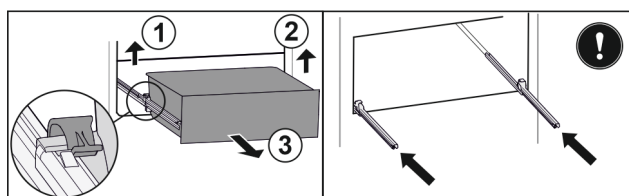

Fig. 33
- ▶ Zvedněte levou svorku a současně vytáhněte zásuvku vlevo dopředu Fig. 33 (1).
- ▶ Zvedněte pravou svorku a současně vytáhněte zásuvku vpravo dopředu Fig. 33 (2).
- ▶ Zásuvku odeberte směrem dopředu Fig. 33 (3).